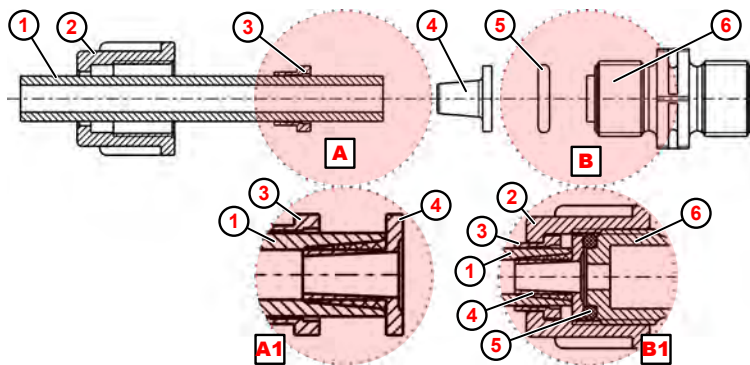

Abb. 7: Rohr- Schlauchanschluss mit Kegelteil
1. ➤ Schlauch (Abb. 7 , ①) gerade abschneiden.
2. ➤ Überwurfmutter ② über Schlauch ① schieben.
3. ➤ Spannteil ③ über Schlauch ① schieben.
4. ➤ Schlauch ① bis zum Anschlagbund auf Kegelteil ④ schieben (Detail ⓐ1).
5. ➤ Spannteil ③ Richtung Kegelteil ④ schieben bis Widerstand spürbar ist.
6. ➤ O-Ring ⑤ in Nut von Saug- bzw. Druckventil ⑥ legen.
7. ➤ Überwurfmutter ② festziehen (Detail ⓑ1).